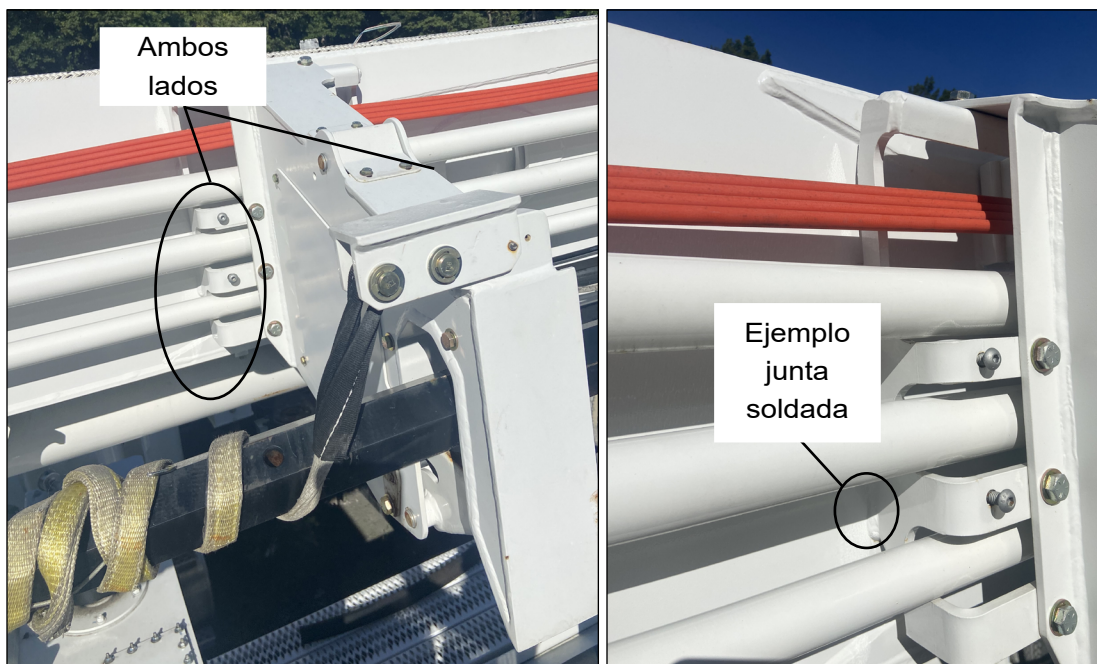

Figura 2 — Área de inspección
7. Inspeccione el área en la que el soporte para almacenamiento de la barrena está soldado a la pluma inferior (consulte la Figura 2). Fíjese si hay grietas a lo largo de las juntas soldadas en ambos lados.